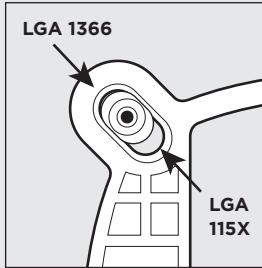

figure 1
- For LGA 115X installation, slide the backplate pins inside (figure 1).
- For LGA 1366 installation, slide the backplate pins outside (figure 1).
- Pour l'installation sur un socket LGA 115X, faites glisser les broches de la plaque arrière vers l'intérieur (figure 1).
- Pour l'installation sur un socket LGA 1366, faites glisser les broches de la plaque arrière vers l'extérieur (figure 1).
- Schieben Sie die Stifte der Rückwand nach innen, um LGA 115X zu montieren (Abbildung 1).
- Schieben Sie die Stifte der Rückwand nach innen, um LGA 1366 zu montieren (Abbildung 1).
- При установке LGA 115X задвиньте штырьки внутрь (Рис. 1).
- При установке LGA 1366 задвиньте штырьки наружу (Рис. 1).
- 要安装 LGA 115X, 请将背板针脚插入（图 1）。
- 要安装 LGA 1366, 请将背板针脚拔出（图 1）。